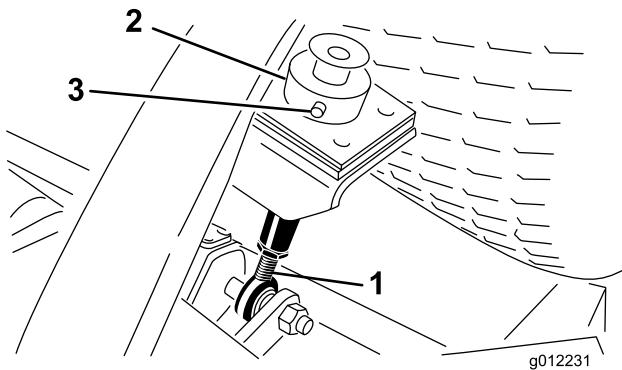

Bild 8
- Nehmen Sie den Lastösenbolzen und den Splint ab, mit denen der Schnitthöhenstellring hinten am Mähwerk an der Schnitthöhenstange befestigt ist (Bild 8).
- Fluchten Sie den Schnitthöhenstellring mit den gewünschten Schnitthöhlenlöchern an der Schnitthöhenstange aus (Bild 8 und Bild 9).